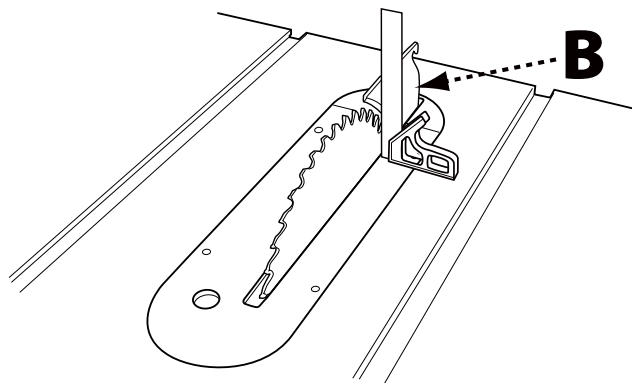

FIGURA 20b
3. Usando una escuadra, compruebe el ángulo de la parte frontal de la hoja con la mesa como se muestra en la Figura 20b, en la página 81. Si la hoja está a 90° con la mesa, continúe con el paso 6.
4. Si la hoja no está perpendicular con la mesa, gire la rueda manual para inclinar ligeramente la hoja y alejarla de la posición de tope, luego ajuste el tope de 90° girando el tornillo con hueco hexagonal ubicado en la parte superior de la mesa inmediatamente al frente del lado izquierdo de la placa de garganta (A). Vuelva a revisar el ángulo usando una escuadra y continúe ajustando hasta
1. **Alineación vertical:** Coloque una escuadra sobre la mesa y contra la parte frontal de la hoja, y asegúrese de que se extienda a lo largo del separador (B) como se muestra en la Figura 20b. El separador y la hoja deben tocar la escuadra sin ningún espacio. Asegúrese de que la regla se acomode entre los dientes y descansen sobre la parte frontal de la hoja y el separador para una alineación correcta.